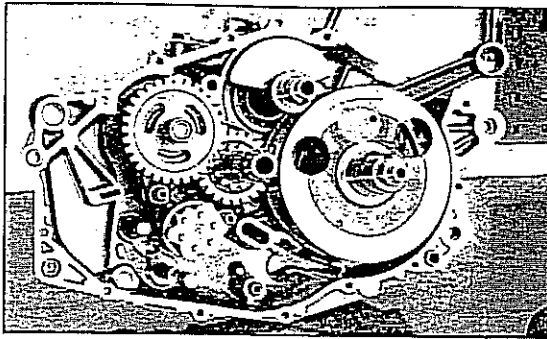

Bild 117
- Schaltwellensegmente entnehmen, Schaltgabeln herausziehen und Schaltgabeln entnehmen. Es folgt die Schaltwalze. Siehe Bild 117